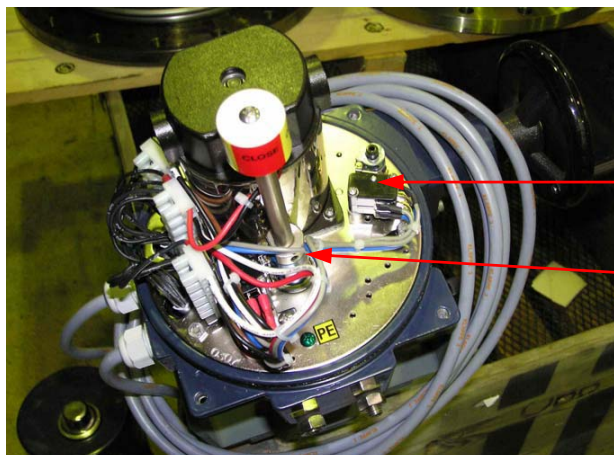

Figura 1: Actuador de la clapeta sin tapa
- Abrir la tapa del actuador de la clapeta (véase Figura 1)
**IMPORTANTE: ¡El interruptor de par de apriete (véase Figura 1) no se debe ajustar (no tocar)!**